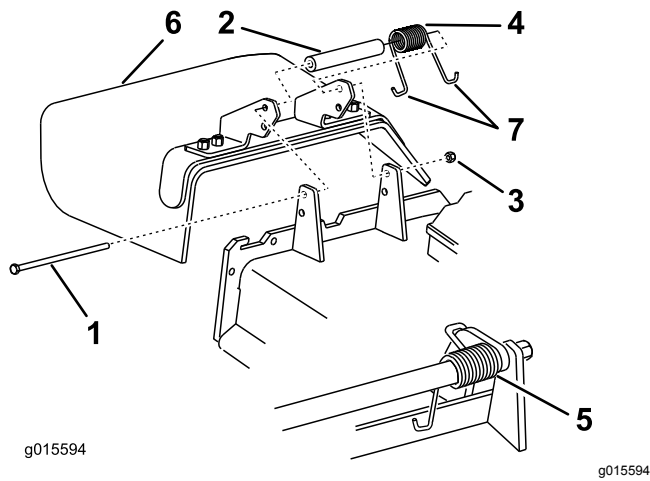

Figura 111
1. Retire la contratuerca, el perno, el muelle y el espaciador que sujetan el deflector a los soportes de pivote (Figura 111).
2. Retire el deflector de hierba dañado o desgastado (Figura 111).
Nota: Asegúrese de colocar un extremo con gancho en **J** del muelle detrás del reborde de la carcasa antes de instalar el perno, según se muestra en Figura 111.
6. Coloque 1 extremo en **J** del muelle alrededor del deflector de hierba (Figura 111).